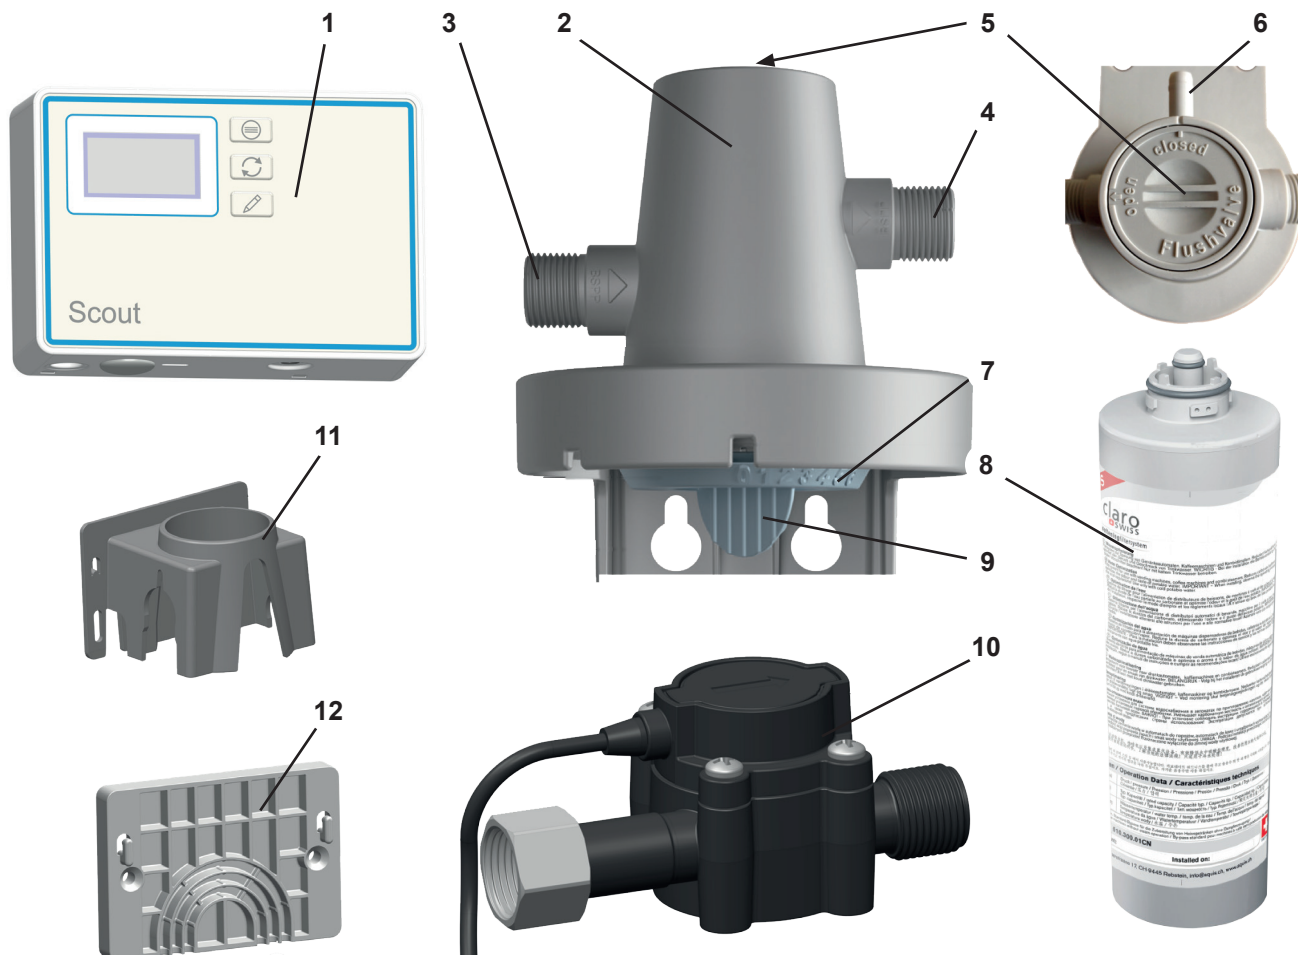

Fig. 1
- 1 POWER steamer water softener Medidor de vazão (Item 1, 10, 11, 12, Fig. 1)
⇒ Enroscar o adaptador 3/4" - 3/8" à conexão da unidade de sensor (10, Fig. 1)